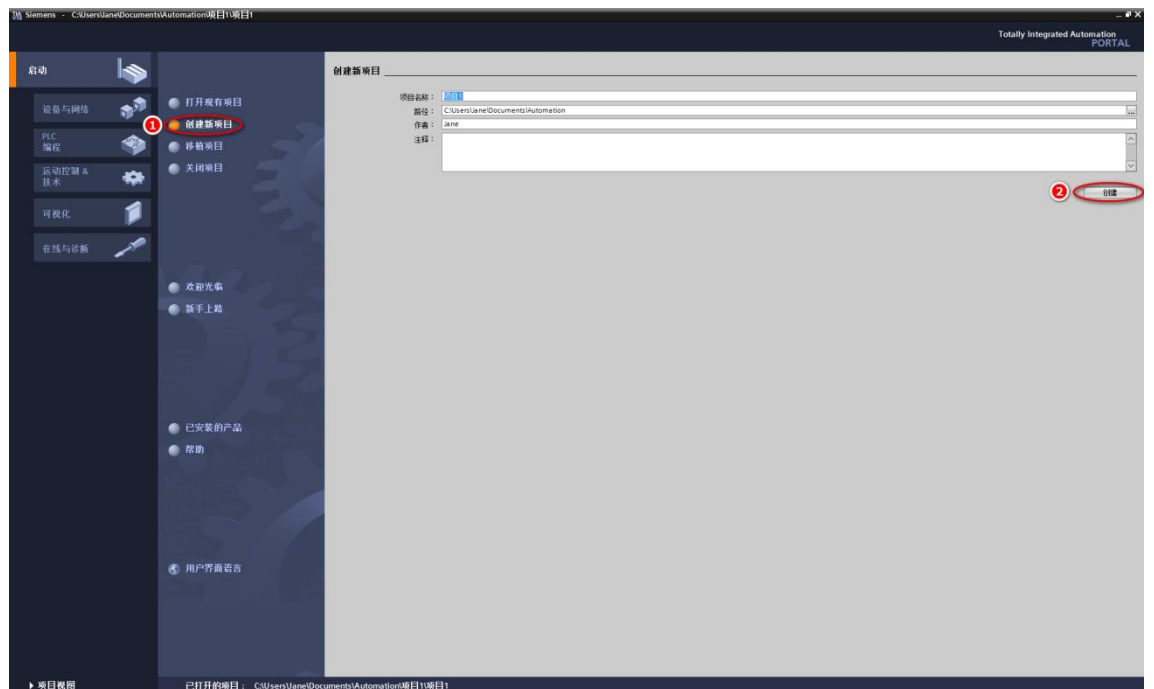

图 1
2. 打开 TIA Portal 软件，创建新项目，如图 1 所示，填写项目名称、路径等信息，点击创建。